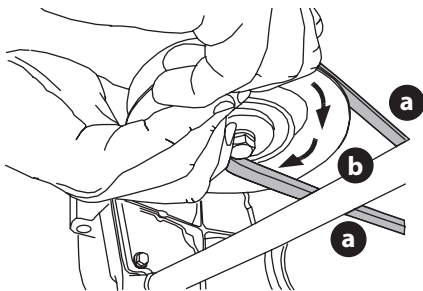

Figura 41
- d. Mientras sostiene la correa de la PTO (a) hacia abajo, siga girando la polea de la PTO (b) hasta que la correa de la PTO (a) se deslice fuera de la polea (b) (Figura 41).
10. Mientras sostiene la correa y la polea de la PTO juntas, gire la polea de la PTO hacia la izquierda (Figura 41 on page 68). Siga sosteniendo y rotando la polea de la PTO y la correa de la PTO hasta que la correa de la PTO se enrolle totalmente en la polea de la PTO.